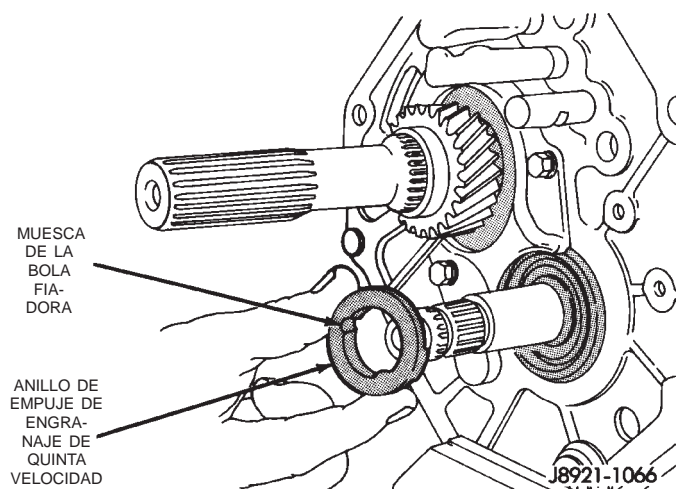

Fig. 59 Desmontaje de anillo de empuje de engranaje de quinta velocidad
(11) Retire el anillo de empuje del engranaje de quinta velocidad del árbol intermediario (Fig. 59).